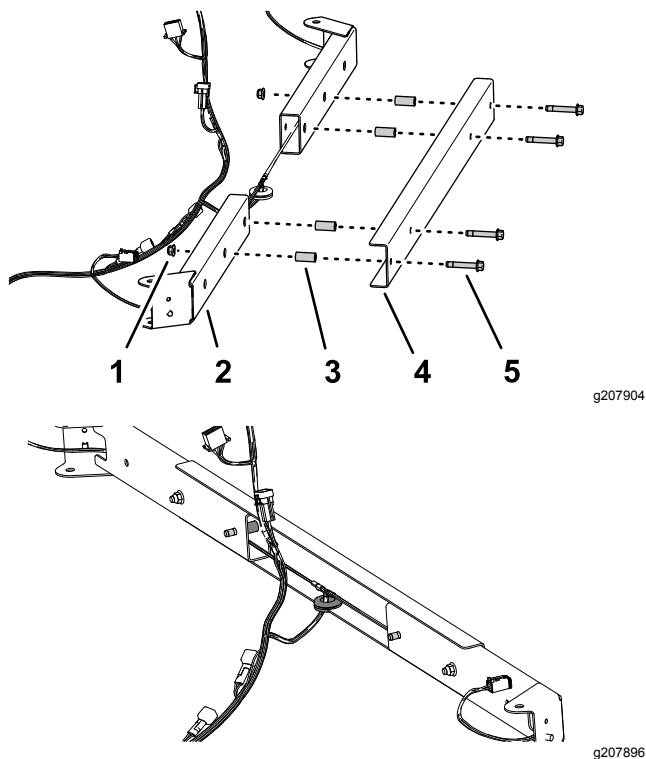

Figura 11
2. Allineate i fori nel profilato di supporto, distanziale e supporto della luce operativa come illustrato nella Figura 11.
- Montate il profilato di supporto sul supporto della luce operativa (Figura 11) con i 4 bulloni a testa flangiata (3/8" x 2 1/4"), 4 distanziali e 2 dadi di bloccaggio flangiati (3/8").
- Ripetete i passaggi da 2 a 6 per il supporto della luce operativa all'altra estremità del profilato di supporto (Figura 11).